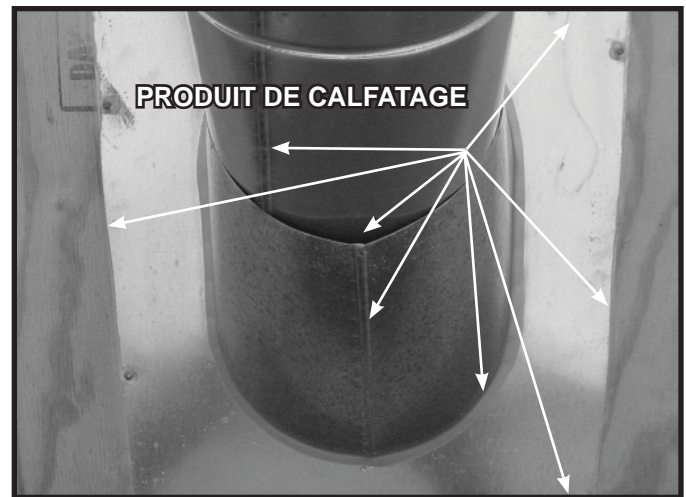

Figure 10.12
- Glissez le chaperon de toiture par-dessus les tronçons de tuyau qui se projettent du toit; voir la Figure 10.12.
- Calfatez le périmètre du chaperon là où il entre en contact avec la surface du toit. Voir la Figure 10.12.